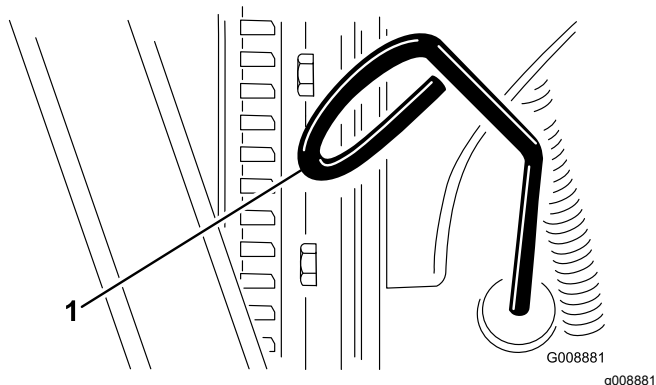

Рисунок 48
2. Выньте масломерный щуп (Рисунок 48) и протрите его чистой ветошью.